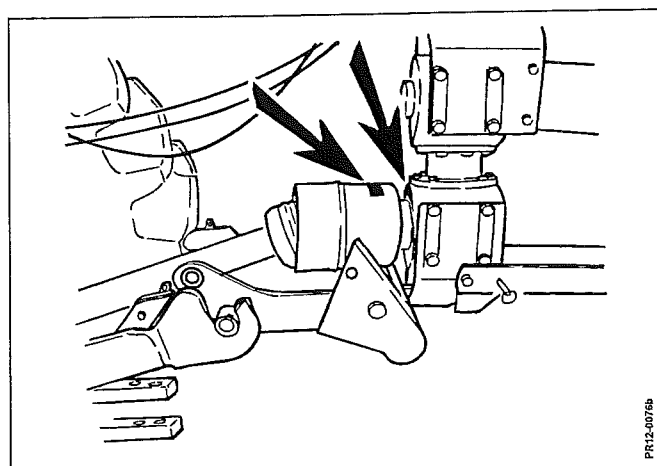

Fig. 2-8
Fig. 2-8 Maskinen er mærket således, at den aktuelle gearing tydeligt vises på det forreste drejegang og beskyttelsesskærmen ved PIC akslen. (Se evt. mærkning på maskinen side 12 og 13, pos. 13.) Er denne mærkning af en eller anden grund faldet af, kontrolleres gearingen.